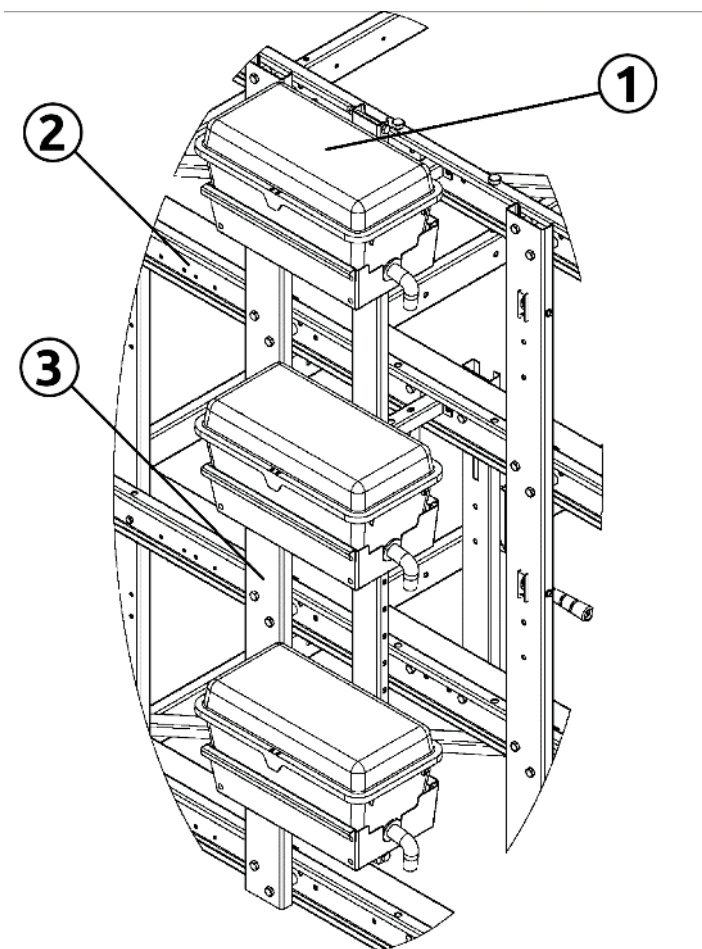

Рисунок 2.3
В качестве устройства регулирования уровня водяного столба (рис. 2.3) в линии поения применяются бачки линии поения (1). Бачки устанавливаются в натяжных (передних) станциях клеточных батарей (2), в специально спроектированном узле подъема бачков (3).